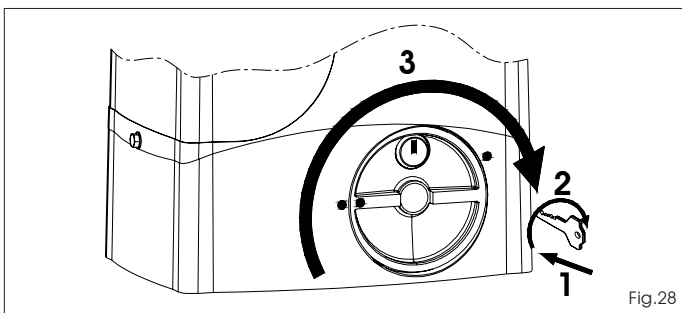

Fig.28
- 1) Introduzca la adecuada llave en dotación y gírela en sentido horario como se indica en la Fig. 28 ref. 1 y 2.
- 2) Gire el sistema de desbloqueo en sentido horario hasta el tope mecánico, Fig. 28 ref. 3.